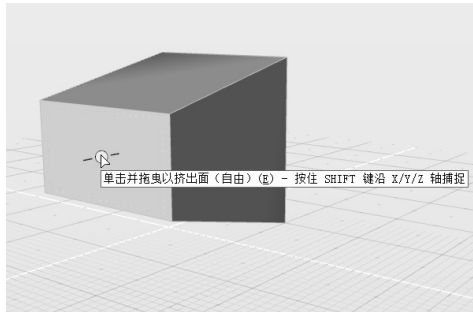

图 6-18 出现操作提示
4) 将鼠标光标悬停至某个面中部的圆形标识上, 该图标变成实心黄色, 并出现提示“单击并拖曳以挤出面(自由) - 按住 SHIFT 键沿 X/Y/Z 轴捕捉”, 如图 6-18 所示。